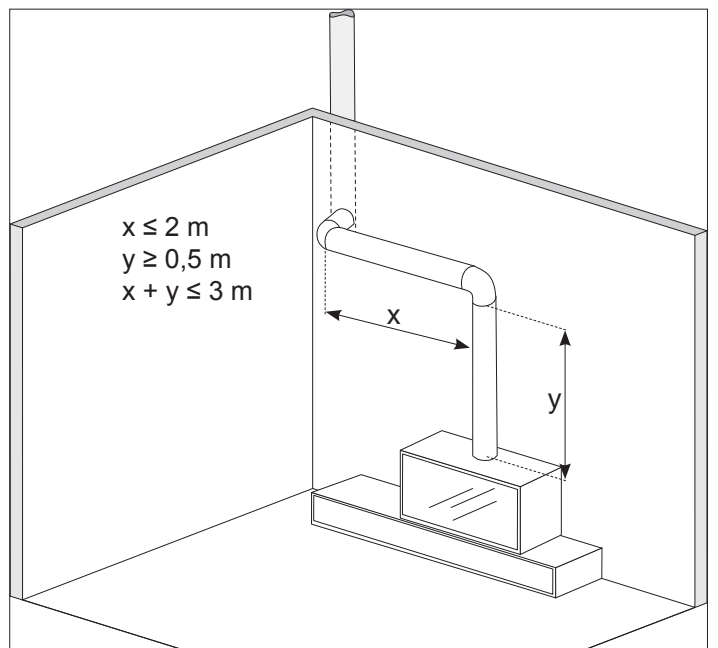

fig. 5.3
- Il **CANALE DA FUMO** tra focolare e condotto fumario dovrà avere la stessa sezione dell'uscita fumi della stufa. Il canale da fumo deve essere a tenuta ed è vietato l'uso di tubi metallici flessibili estensibili. Per raccordare la stufa al camino è possibile effettuare al massimo 3 cambi di direzione non superiori a 90°, con una lunghezza del canale da fumo non superiore a 2 metri in proiezione orizzontale e al massimo 3 metri totale (fig.5.3).